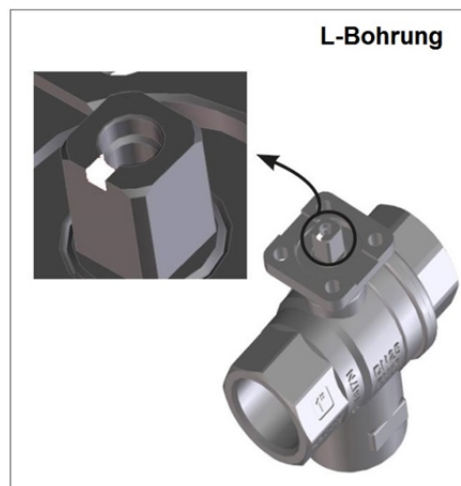

ABB. 2
- Nuten am Spindeloberteil zeigen deutlich die Position der Bohrungen (und somit jederzeit die Durchflussrichtung) in der Kugel an (siehe Abb. 2).